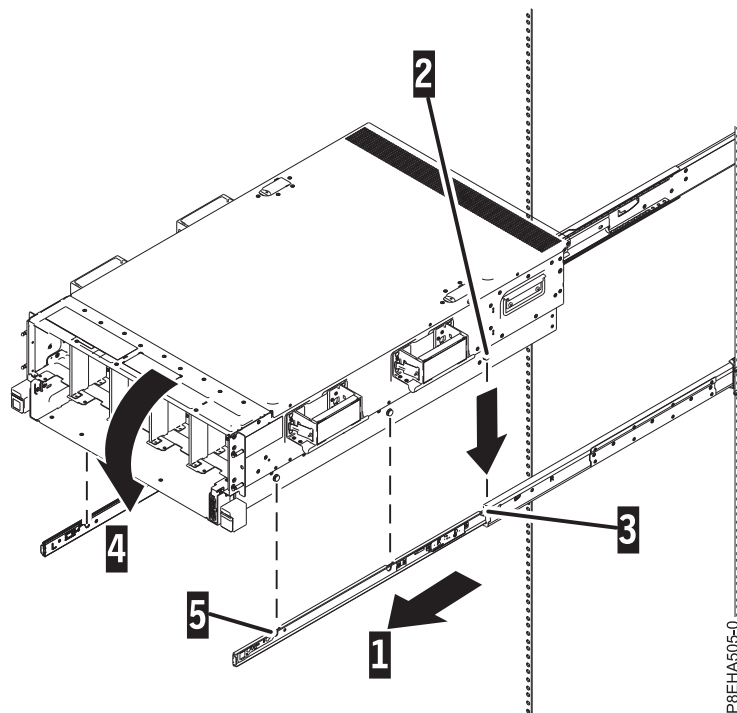

Figura 12. Instalando o chassi no hardware de montagem
1. Amplie o hardware de montagem (1), conforme mostrado em Figura 12 na página 12.
4. Incline a frente do sistema para cima, para que os pinos do chassi traseiro (2) sejam inseridos nos orifícios traseiros do hardware de montagem (3), conforme mostrado em Figura 12.
5. Incline a frente do sistema para baixo, para que os pinos do chassi sejam inseridos nos orifícios frontais (4 e 5) e intermediários no hardware de montagem, conforme mostrado em Figura 12.